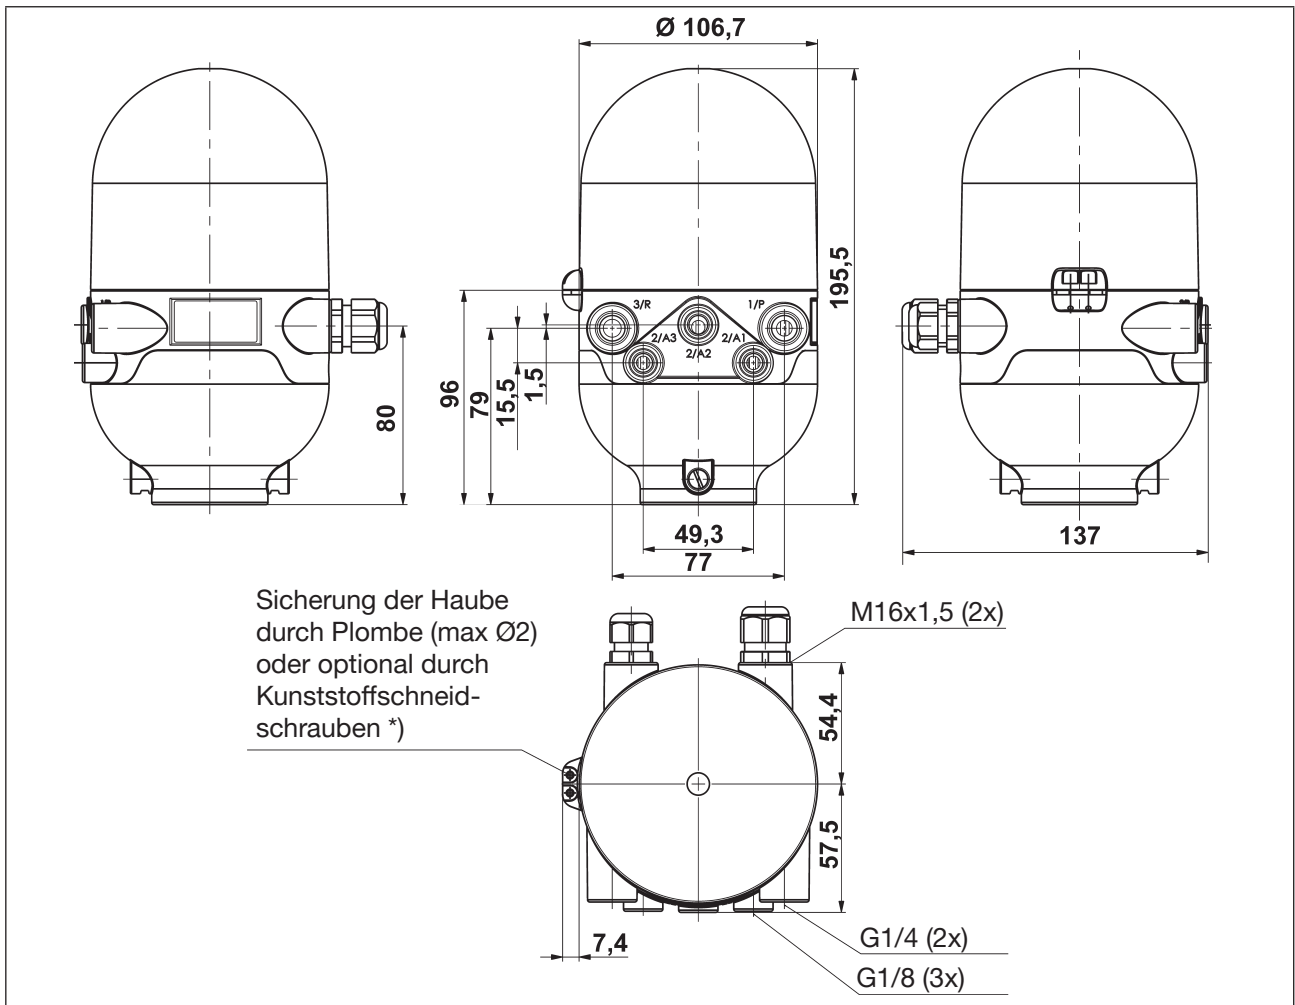

Bild 5: Maßzeichnung (für Varianten mit 1 bis 3 Magnetventilen)
*) siehe Anmerkung zu „Bild 5“